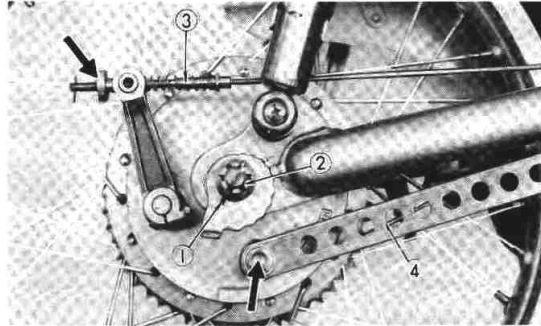

Fig. 5-3-1
1. Remove the tension bar and brake rod from rear shoe plate. (Fig. 5-3-1)
4. Remove the rear axle nut. (Fig. 5-3-1)
6. Remove the rear wheel assembly. (Fig. 5-3-1)
1. Enlevez la barre d'écartement et la tringle de frein sur le plateau porte-segments AR. (Fig. 5-3-1)
4. Enlevez l'écrou d'axe AR. (Fig. 5-3-1)
6. Enlevez le bloc roue AR. (Fig. 5-3-1)